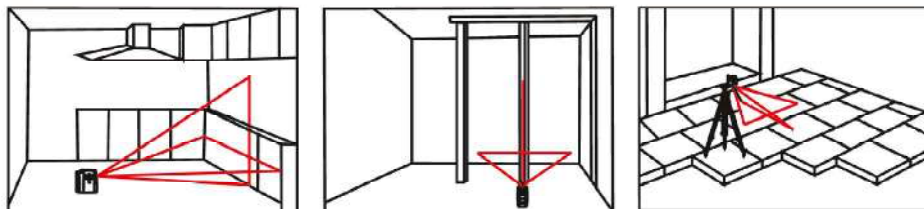

Рис.1
- Откройте крышку отсека для батарей, рисунок 1, позиции 7, 10 в зависимости от модели.